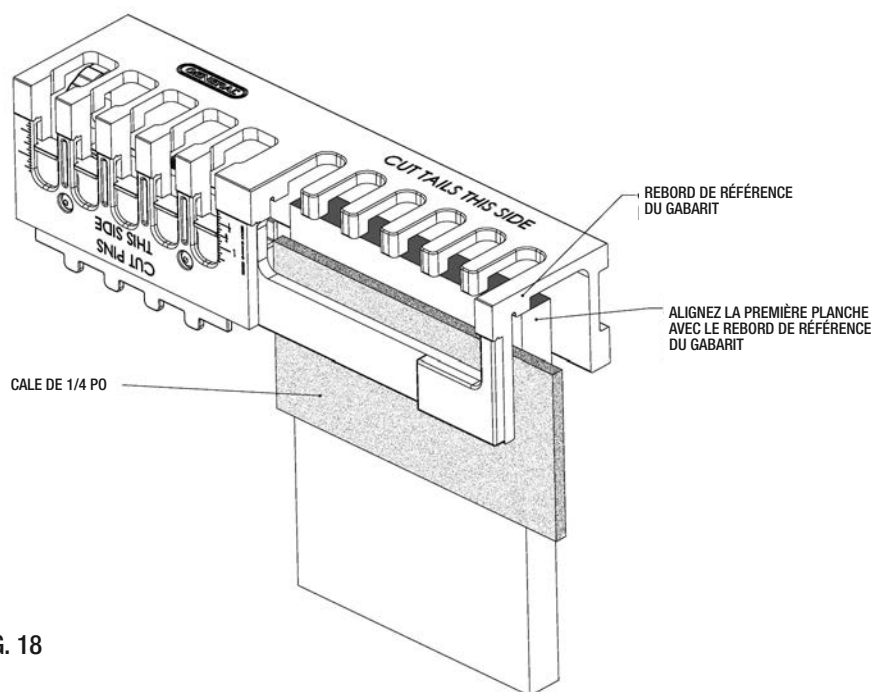

FIG. 18
2. Insérez la première planche dans la section des « QUEUES » du gabarit à queue d'aronde en ajoutant une cale d'une épaisseur de 1/4 po pour éloigner la planche de la partie arrondie du gabarit. (FIG. 18)
3. Alignez un bout de la planche de façon à ce qu'elle sera coupée au rebord extérieur du gabarit. (FIG. 18)